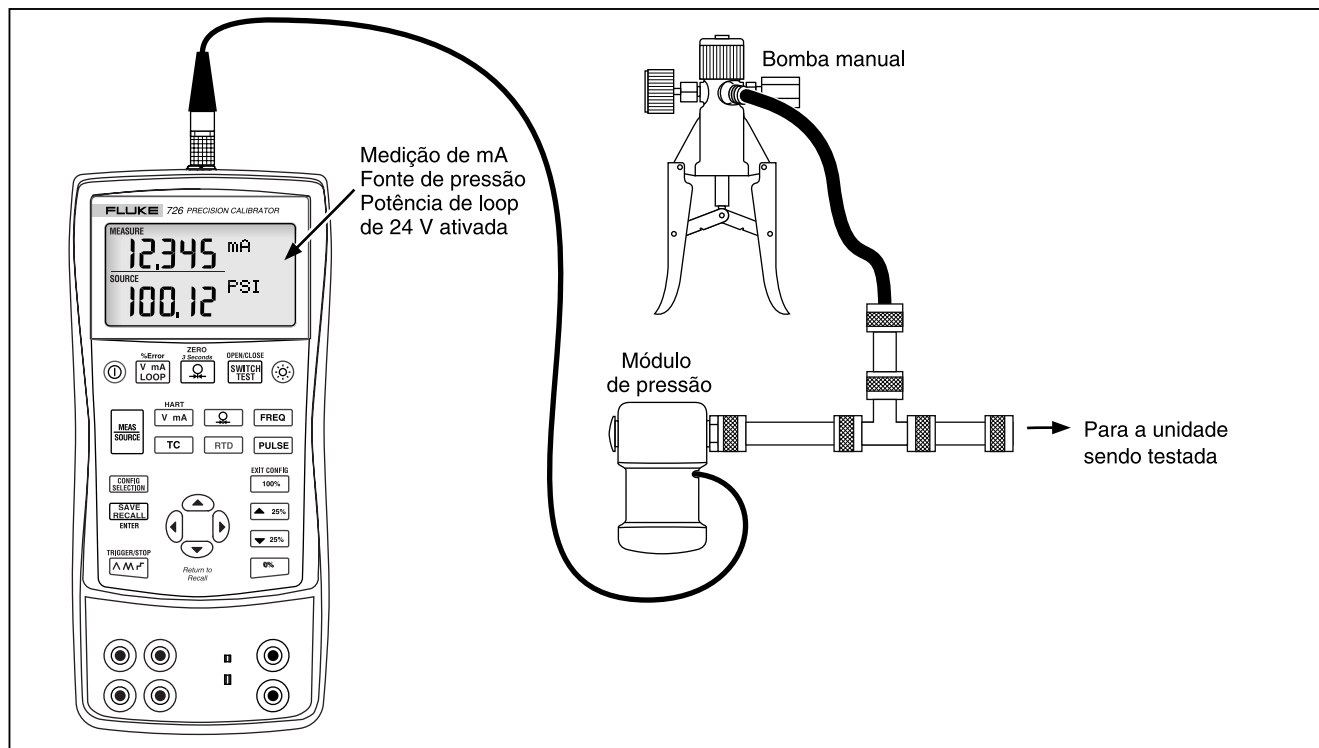

Figura 18. Conexões para fonte de pressão
O calibrador gera pressão medindo pressão suprida por uma bomba ou outras fontes, e exibindo a pressão no campo SOURCE (fonte). A Figura 18 mostra como conectar uma bomba a um módulo de pressão Fluke, o que a torna uma fonte calibrada.
1. Conecte um módulo de pressão ao calibrador, conforme mostrado na Figura 18. As roscas dos módulos de pressão aceitam acessórios e tubos de padrão NPT ¼. Se necessário, use o adaptador de NPT ¼ para ISO ¼ fornecido.